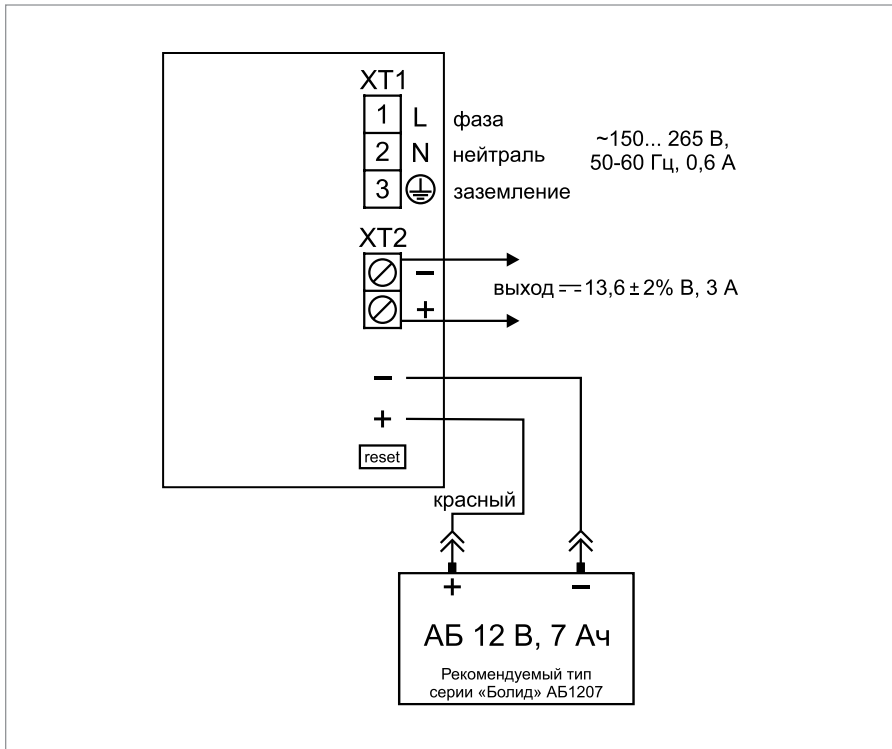
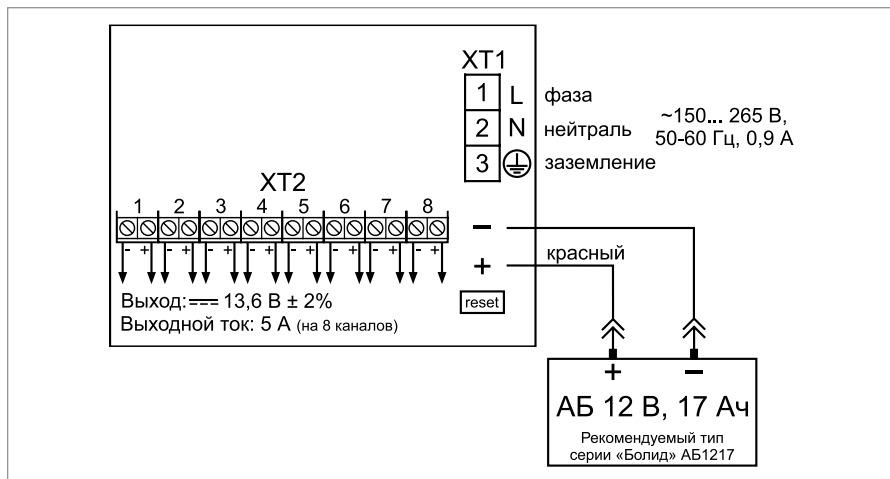

Рисунок 8. Схема подключения РИП-12 исп.100 (РИП-12-3/7М6-V1)
Рисунок 11. Схема подключения РИП-12 исп.108 (РИП-12-5/17М7-В8)
1.3. Схемы подключения приведены на Рисунок 8-Рисунок 11.
- 1.8. Проверьте правильность произведённого монтажа в соответствии со схемой подключения (Рисунок 8 - Рисунок 11).